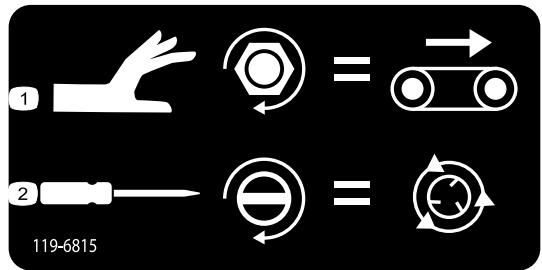

Figura 44
- Para ajustar a velocidade da passadeira (Figura 44), rode o manípulo no sentido dos ponteiros do relógio. Utilize a velocidade máxima de deslocação do sistema de operação de codificação por cores quando não tiver fluxo hidráulico. Esta definição é útil quando a tremonha estiver cheia de areia.
- Para ajustar a velocidade do rotor (Figura 44), utilize uma chave de fendas de cabeça chata para aumentar a velocidade do rotor rodando o parafuso no sentido dos ponteiros do relógio ou diminua a velocidade do rotor rodando o parafuso no sentido contrário ao dos ponteiros do relógio.